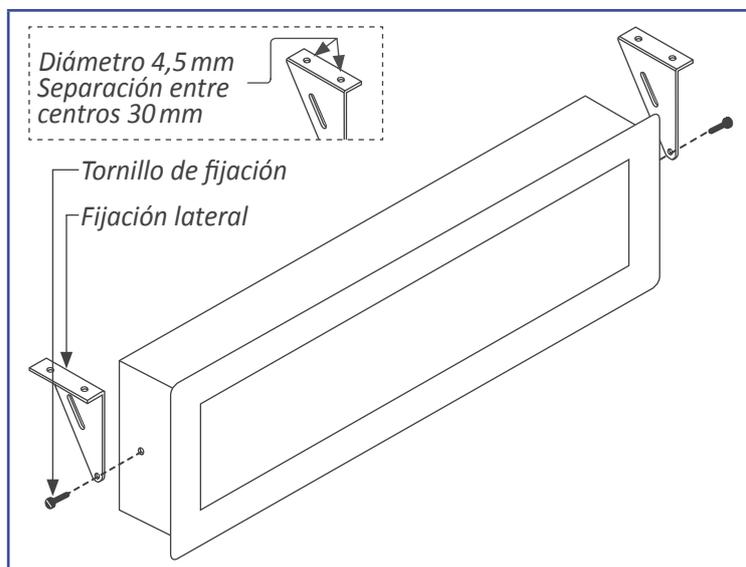

Figura 13 - Montaje para colgar
- Montaje para colgar. Montar las fijaciones laterales orientadas tal y como se indica en la figura (ver Figura 13). Cada fijación dispone de 2 agujeros de diámetro 4,5 mm y separación entre centros de 30 mm. Se puede colgar el instrumento utilizando cable, varilla roscada, ...